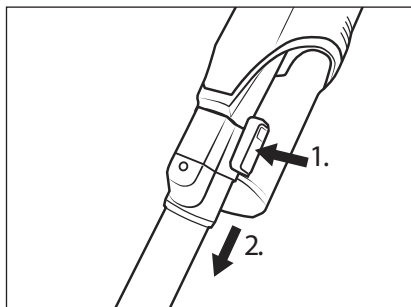

Fig. 11
- ◆ Per rimuovere il tubo di aspirazione **24** dall'apparecchio, tenere premuto il tasto di sblocco del tubo di aspirazione **25** e sfilare il tubo di aspirazione **24** dall'apertura di aspirazione dell'apparecchio (vedere fig. 11).